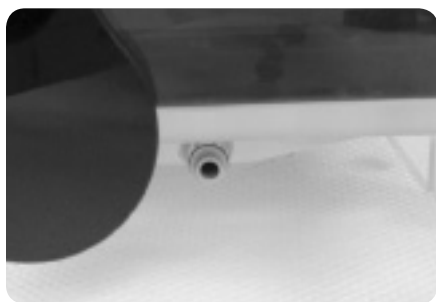

Fig 22. Escorra porta.
- 8 Anexar um comprimento de tubagem de tempo suficiente para alcançar uma pia para o conector de drenagem (Fig. 22). Insira o conector para o dreno na parte inferior do lado esquerdo da SE900, atrás da trava de segurança preto.